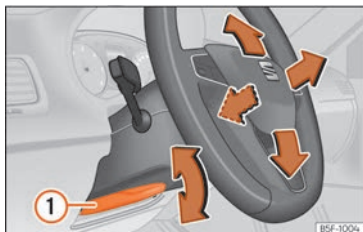

Fig. 21 Palanca en la parte inferior del lateral izquierdo de la columna de dirección.
- Ajustar la posición del volante: tire de la palanca » » » **fig. 21** ① hacia abajo, mueva el volante hasta la posición deseada y vuelva a subir la palanca hasta el punto de cierre.